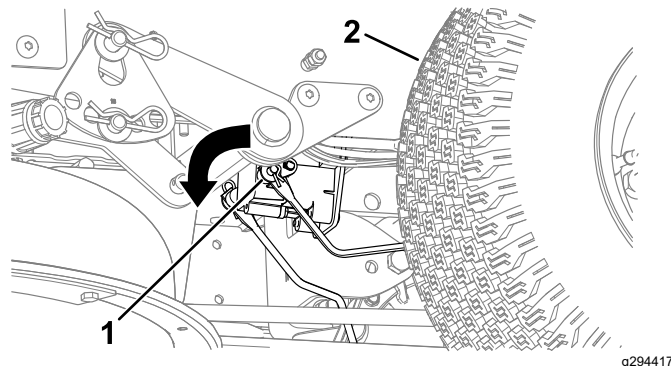

Рисунок 51
3. Найдите вал на электрическом тормозе, к которому подсоединены рычаги тяги тормоза (**Рисунок 51**).